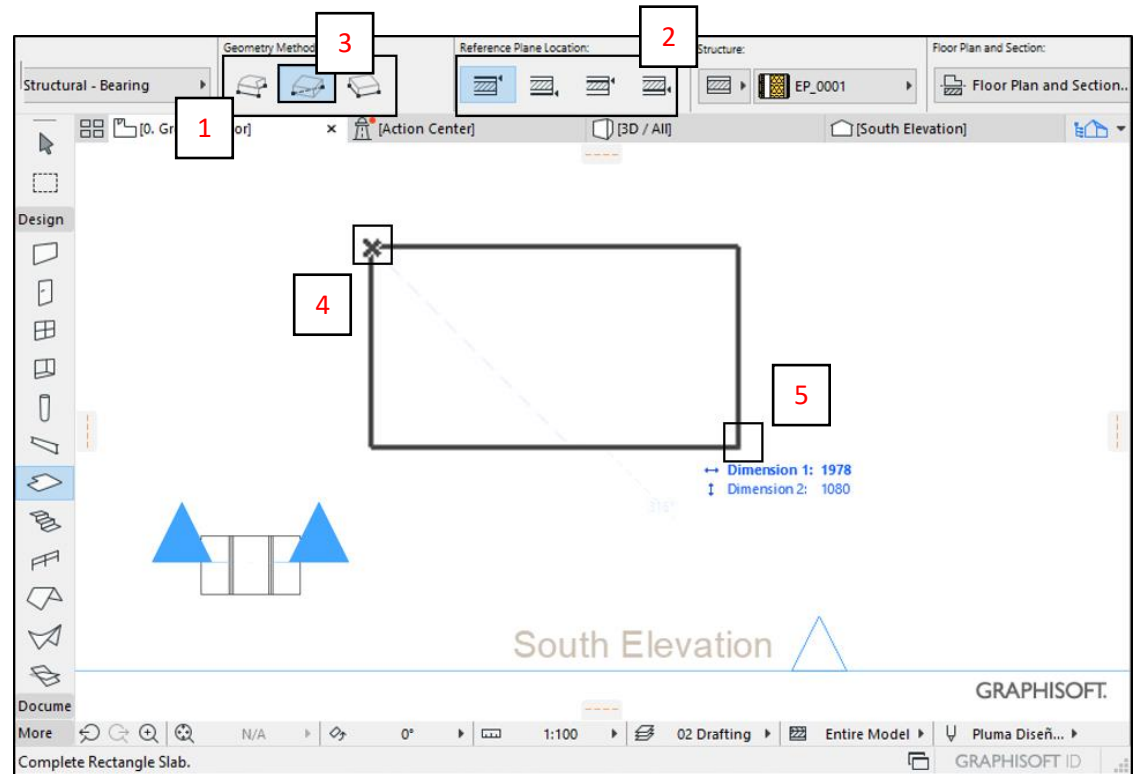

Fig. 14
- A. Configurar el *Cuadro de Información* según requerimientos del usuario, definiendo entre otros el método geométrico de modelación **Geometric Method** (1) y el plano de referencia de inserción de la losa **Reference Plane Location** (2). (*Fig. 14*)
- B. Comenzar a modelar en la *Pantalla Gráfica* una losa según los requerimientos del usuario: si se seleccionó **Rectangular** (3) en **Geometric Method**, hacer clic en un rincón de la losa (4), y finalizar haciendo clic en el rincón opuesto (5). (*Fig. 14*)